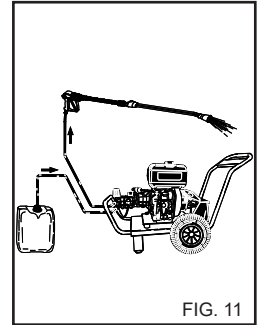

FIG. 11
1) Après l'emploi avec du détergent, rincer le circuit d'aspiration ; enfilez le tuyau d'aspiration (fig. 11) du détergent dans un bidon d'eau propre et faire fonctionner la pompe pendant 1 minute avec le robinet de dosage complètement ouvert et la lance en phase de sortie du détergent.
4) Après l'emploi avec du détergent, rincer le circuit d'aspiration; enfiler le tuyau d'aspiration (fig. 11) du détergent dans un bidon d'eau propre et faire fonctionner la pompe pendant 1 minute avec le robinet de dosage complètement ouvert et la lance en phase de sortie du détergent.